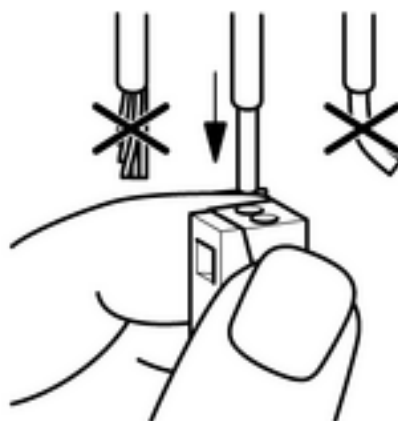

Bild 7: Anschluss des eindrahtigen Leiters
- Eindrahtigen Leiter bis zum Anschlag in eine runde Öffnung auf der Installationsseite hineinstecken (Bild 7).